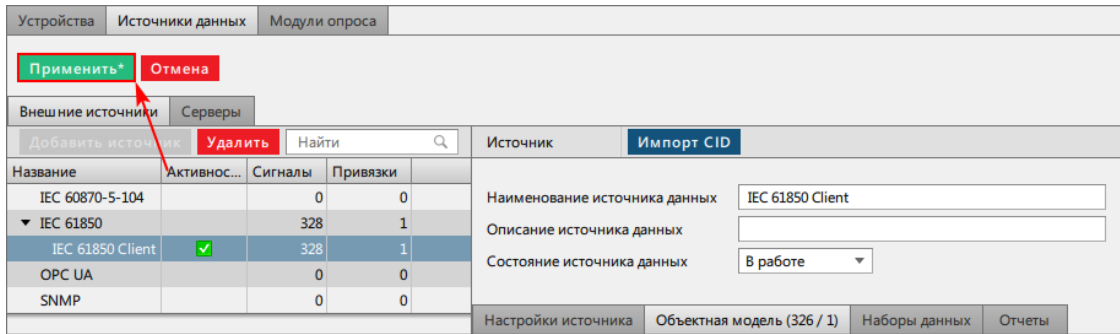

Рисунок 205 - Сохранение результата
12.Нажмите **Применить** (Рисунок 205).